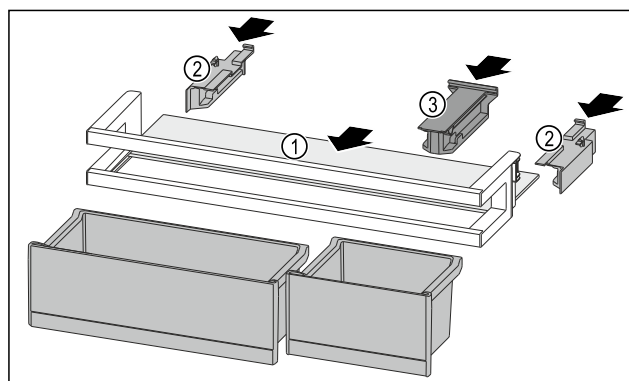

Fig. 189
- Odkládací plochu Fig. 189 (1) zasuněte do bočních vybrání.
- Boční díly Fig. 189 (2) vložte.
- Držák Fig. 189 (3) vložte.